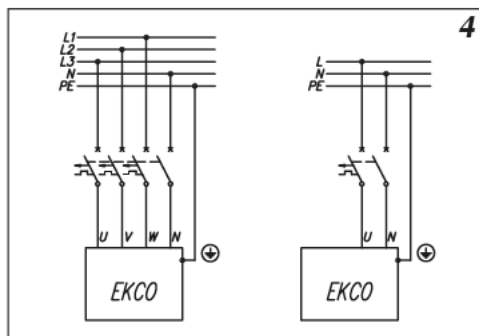

Рис.4 Подключение котлов в электрическую сеть.
5. Подключить котел к электросети (рис. 4).